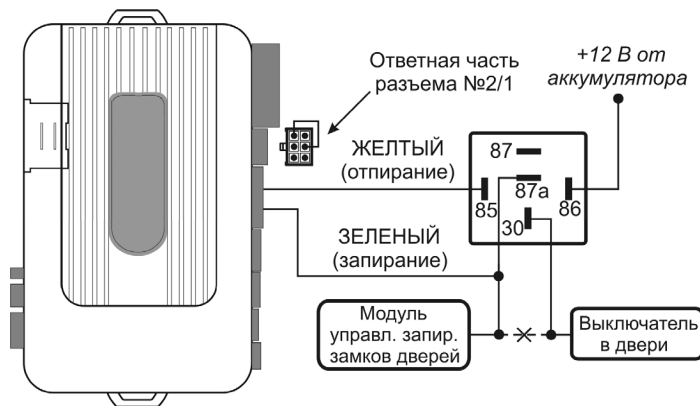

Рис. 3
- ♦ Подсоедините ЖЕЛТЫЙ и ЗЕЛЁНЫЙ провода системы (Разъем №3) к дополнительному реле согласно схеме (Рис.3):